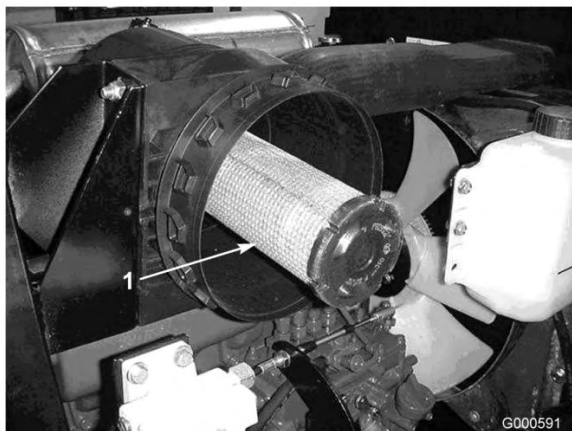

図 34
**重要** 安全フィルタ（図 34）は絶対に洗わないでください。安全フィルタは、1次フィルタの3度目の整備時に新品に交換します。